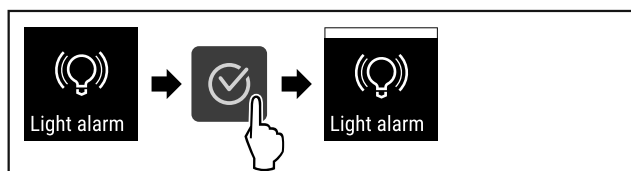

Fig. 119
- ▶ Obavite korake postupka (pogledajte Fig. 119) .